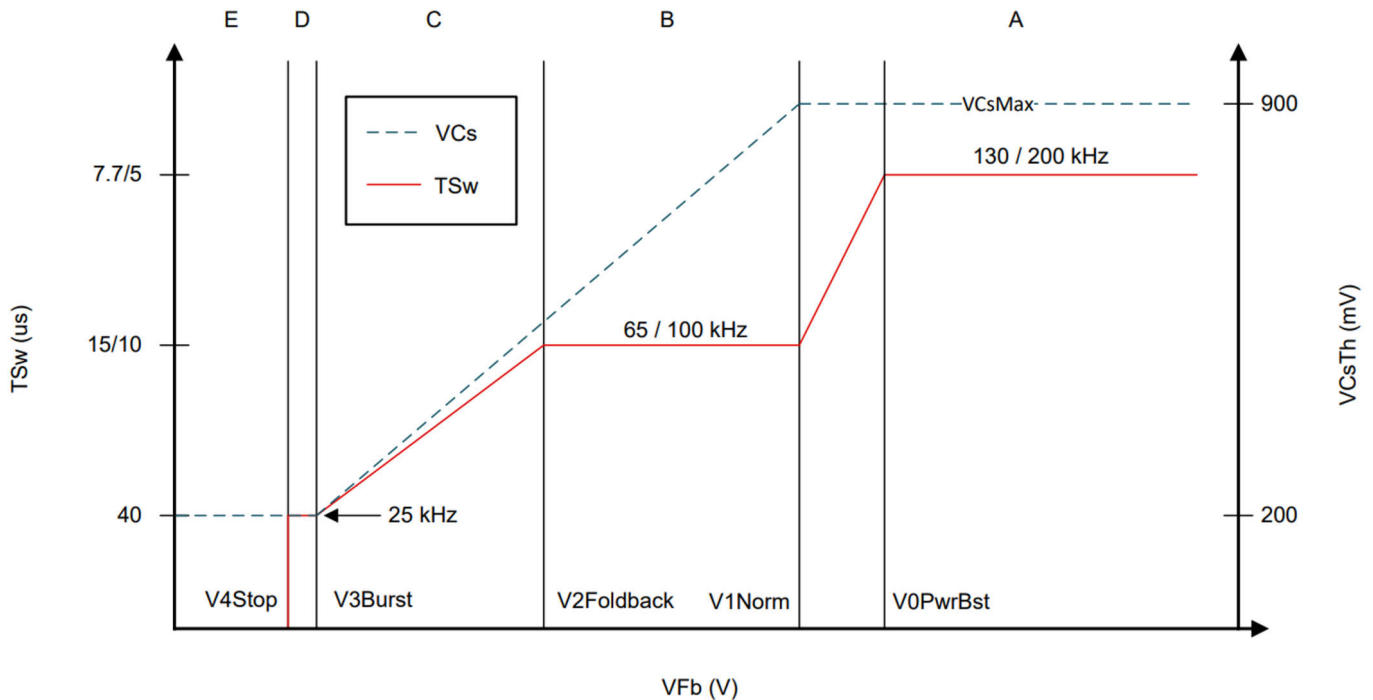

图 4-1. IC 控制律
- IC 支持动力升压模式，以将开关频率提高两倍，因此 IC 可避免峰值负载期间的变压器饱和，IC 控制律如图 4-1 所示。